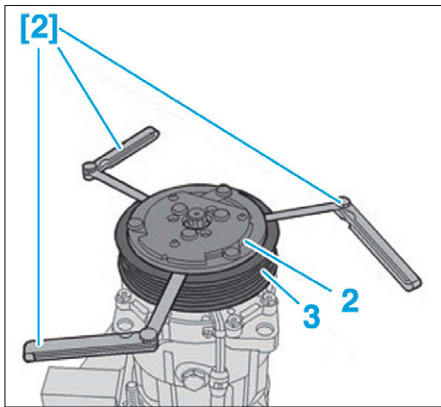

FIG. 7
- Mesurer, à l'aide de l'outil [2], la valeur de l'entrefer compris entre le plateau (2) et la poulie (3) (Fig.7).